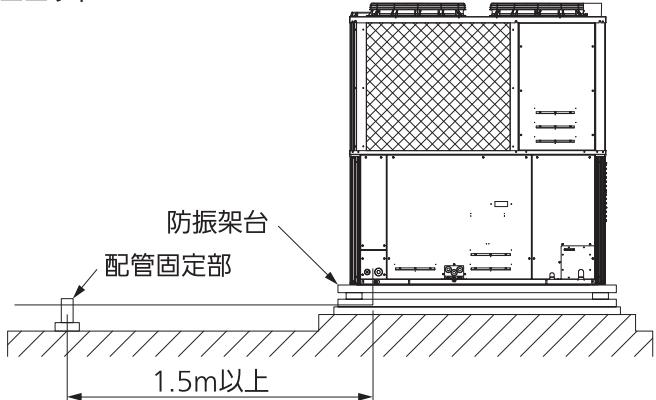

図 20：防振架台の使用例
- 冷媒配管の固定は図 20 のように配管固定部と各室外ユニットまでの距離が 1.5m 以上になるようにしてください。